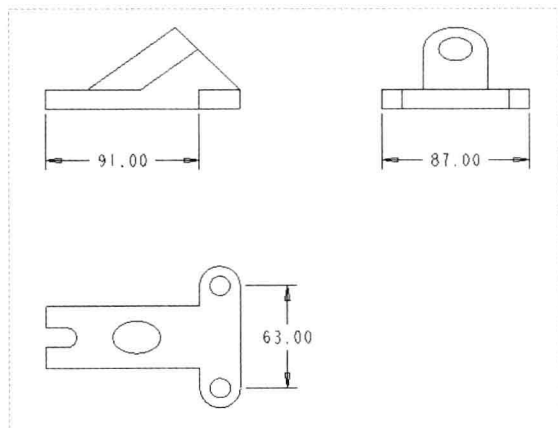

图 12-113 对齐尺寸标注
Step 04 执行操作后, 即可对齐尺寸标注, 如图 12-113 所示。